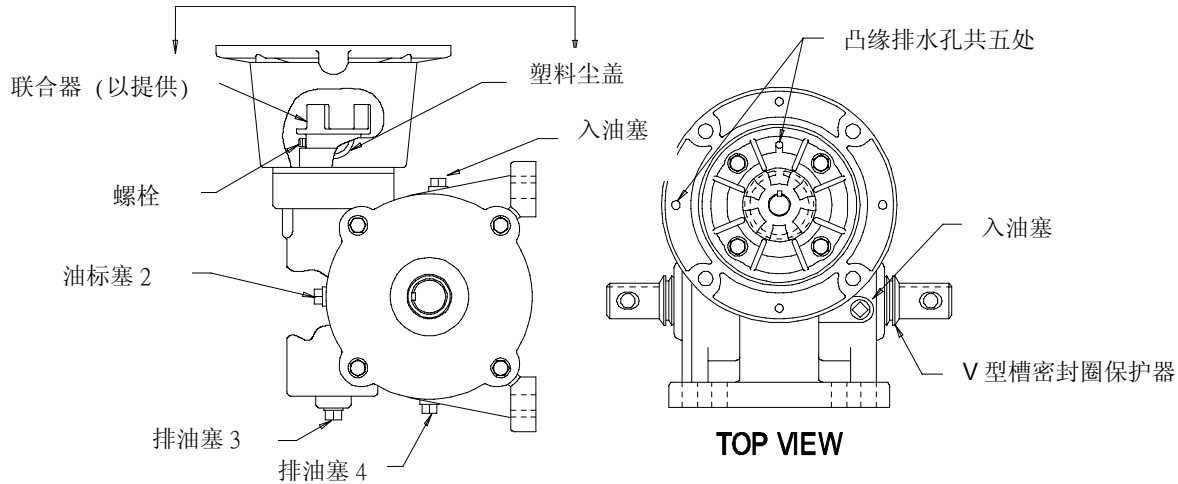

图: WG-1
6. 更换所有油塞并重新注入油(环境温度合适为 70°F/21°C)。请从入油塞(1)注入适量的油达到油高度塞(2)，如图: WG-1 所示。另请参照油之规格。
1. 应任何时间维持油量高度于油高度塞(2)之水平(见图: WG-1)。